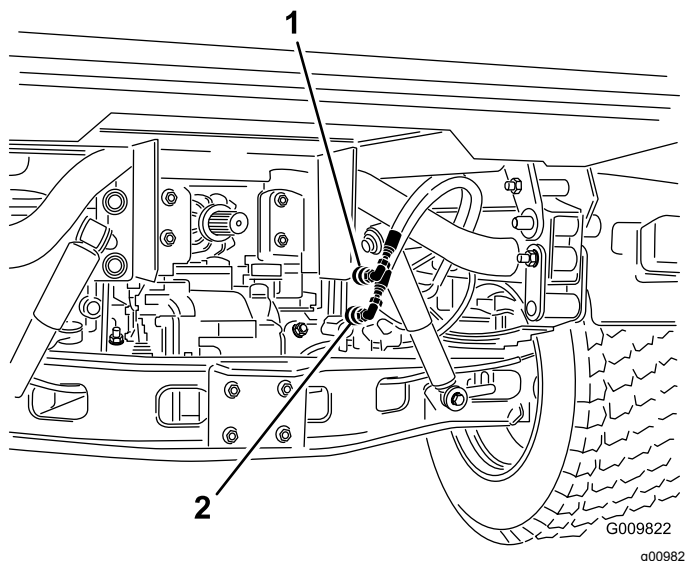

图69
2. 在两台机器上都要从固定至联轴器支架的软管断开 2 个快速联轴器软管 图69。